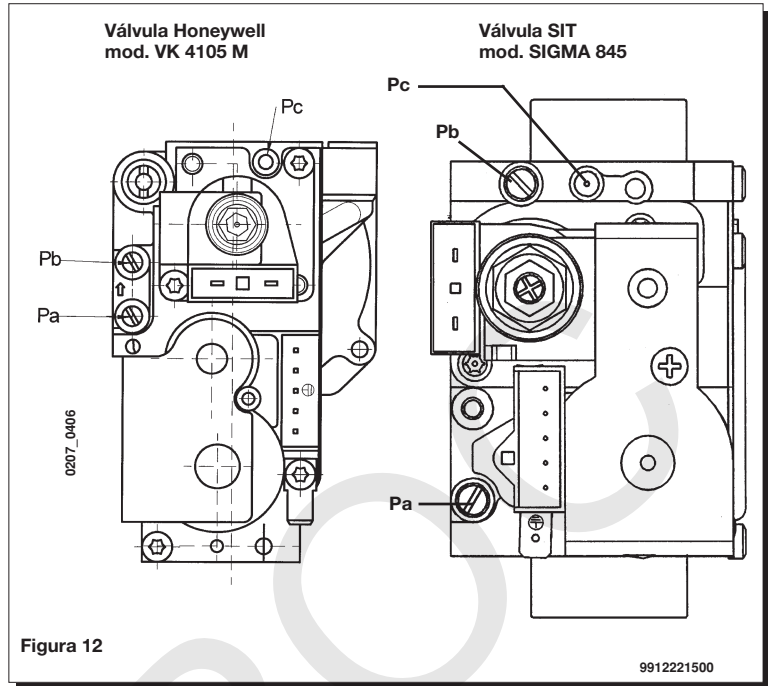

Figura 12
Las modalidades de calibrado del regulador de presión difieren ligeramente según el tipo de válvula del gas utilizada (HONEYWELL o Sit, véase figura 12).
- conectar la toma de presión positiva de un manómetro diferencial, posiblemente de agua, a la toma de presión (Pb) de la válvula del gas (figura 12). Conectar, sólo para los modelos a cámara estanca, la toma negativa del mismo manómetro a un especial "T" que consienta conectar entre ellos la toma de compensación de la caldera, la toma de compensación de la válvula del gas (Pc) y el manómetro mismo. (Se puede efectuar una medición equivalente conectando el manómetro a la toma de presión (Pb) y sin el panel frontal de la cámara estanca);
- controlar que la presión dinámica de alimentación de la caldera, medida en la toma de presión (Pa) de la válvula del gas (figura 12), sea correcta (28 mbar para el gas butano, 37 mbar para el gas propano o 20 mbar para el gas natural).